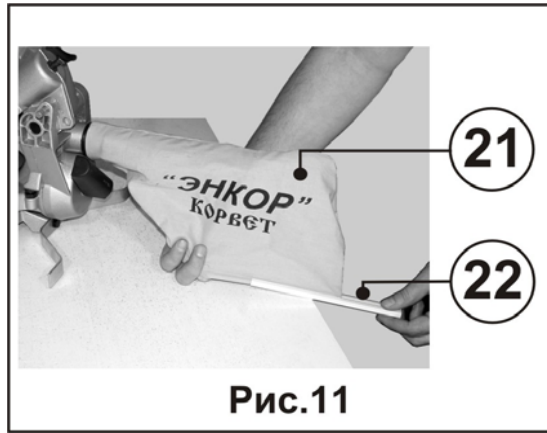

Рис.11
Когда пылесборник (21) наполнится наполовину, отсоедините его от пилы и снимите застёжку (22). Освободите пылесборник от содержимого, слегка встряхнув для освобождения от опилок, попавших внутрь мешка, так как они в дальнейшем могут затруднить процесс сбора пыли, Рис.11.